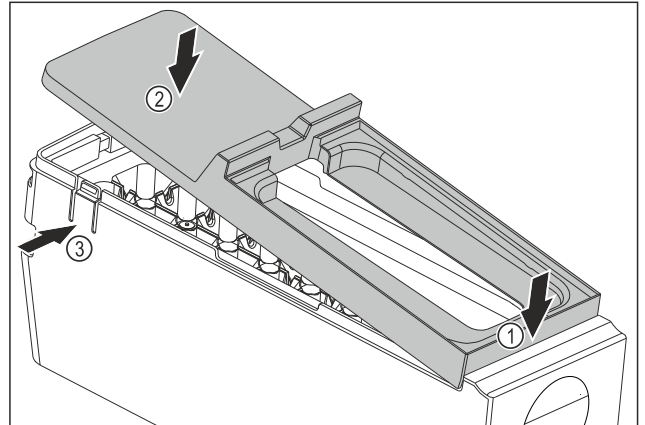

Fig. 79
- ▶ Montaż osłony korpusu EasyTwist-Ice: Osłonę założyć od przodu. Fig. 79 (1)
- ▶ Opuścić osłonę z tyłu. Fig. 79 (2)
- ▷ Osłona zatrzaskuje się słyszalnie w obu nakładkach Fig. 79 (3).